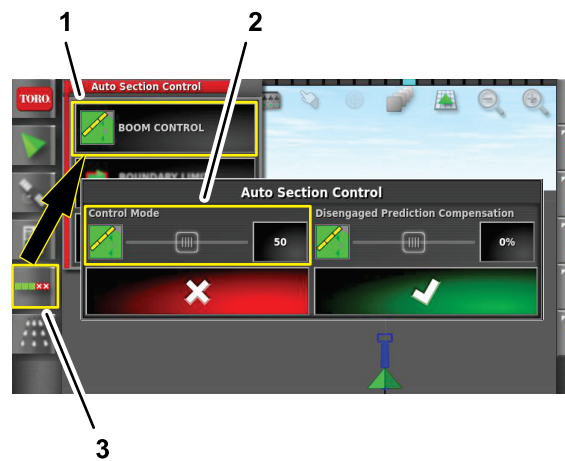

Bild 107
1. Tippen Sie auf das Symbol für die AUTOMATISCHE ABSCHNITTSSTEUERUNG (Bild 107).
2. Tippen Sie auf das Symbol für die AUSLEGERSTEUERUNG (Bild 107).